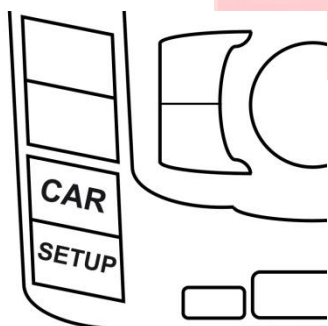
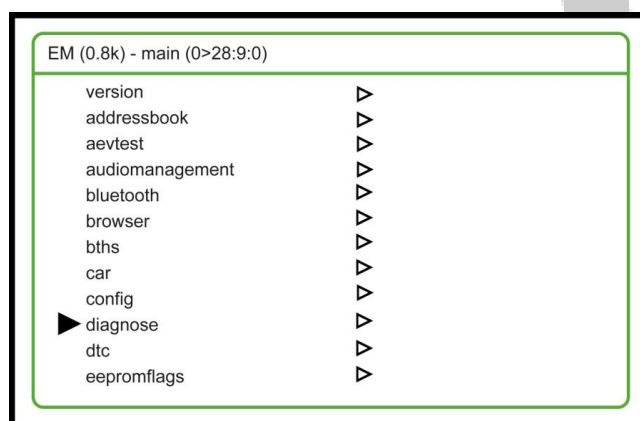

Abb. 3
Abb. 4
5. Betätigen Sie die Tastenkombination (Abb. 3) **SETUP + (kurz danach) CAR** und **halten** Sie diese zusammen solange **gedrückt**, bis Abb. 4 Im Display erscheint.